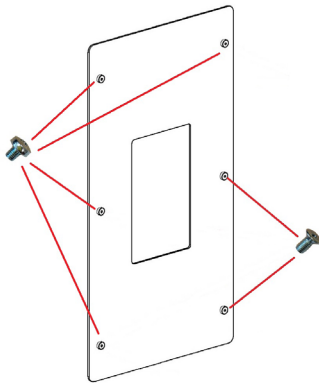

Fig. 36 - Die Schrauben anschrauben
- Die Schrauben an den am Glas vorhandenen Buchsen anschrauben: 4 Schrauben mit rundem Kopf und 2 Schrauben mit flachem Kopf (siehe Fig. 36 a pag. 24).